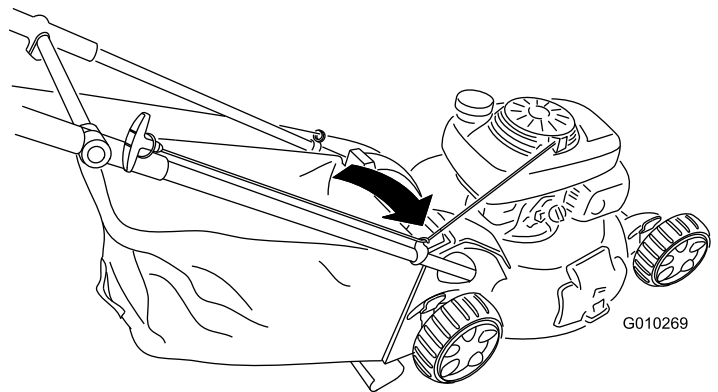

Bild 32
1. Verlegen Sie das Starterkabel um die untere Kabelführung (**Bild 32**).